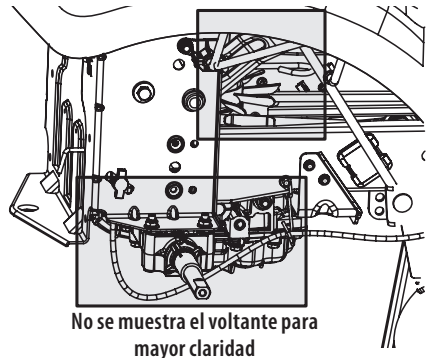

Fig. 34
- Limpie alrededor y cerca de la transmisión, eje y área de ventiladores (Fig. 34).